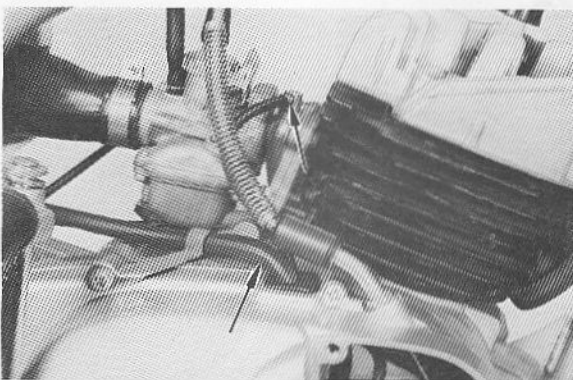

Fig. 3-1-9
2. Remove oil pipe at oil pump and oil delivery pipe at carburetor. (Fig. 3-1-9)
2. Enlever le tuyau d'huile à la pompe et le tuyau de refoulement d'huile au carburateur. (Fig. 3-1-9)